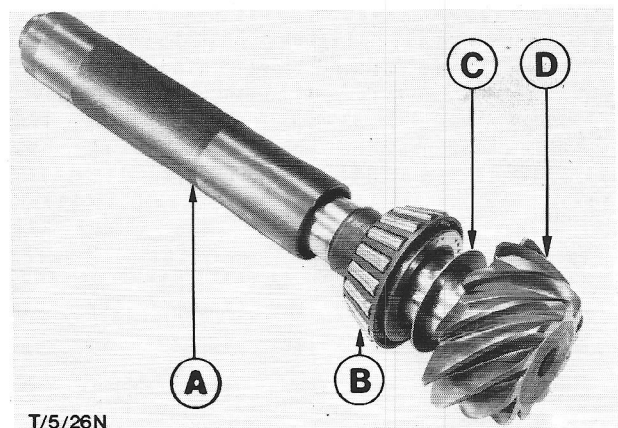

Fig.48 A - Montagestempel pignonlager.
29. Verwijder de dummy-pignonas en de kaliberstift. Schuif de gekozen shim en het conische rollager van de dummy-pignonas af en breng ze op de pignonas aan. Pers het lager met stempel 15-042 op zijn plaats (fig.48).